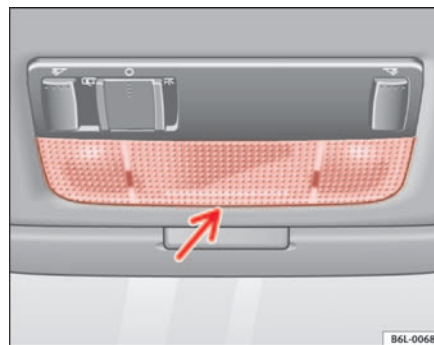

Abb. 159 Leseleuchte vorne
- Das flache Ende eines dünnen Schraubenziehers zwischen Gehäuse und Glas einführen ⇒ Abb. 159.